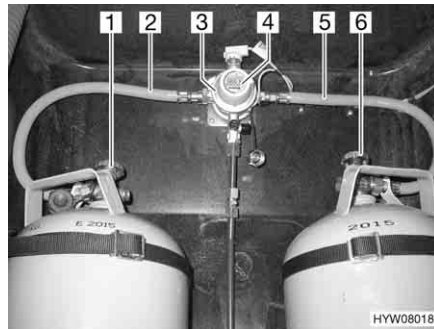
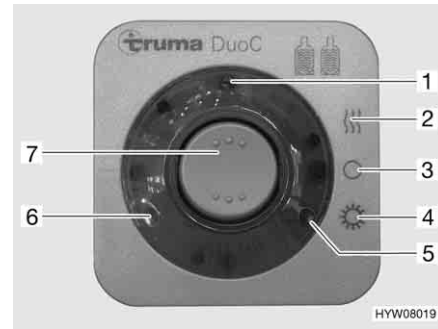

Fig. 123 Dispositif de commutation DuoControl
Fig. 124 Unité de commande
Le dispositif de commutation DuoControl est composé d'une valve de commutation (Fig. 123,3) et de l'unité de commande (Fig. 124). La valve de commutation est montée entre les lyres (Fig. 123,2 et 5). Un bouton rotatif (Fig. 123,4) situé sur la valve de commutation permet de définir laquelle des bouteilles de gaz est celle de service et laquelle est celle de réserve.
Seules les fonctions électriques peuvent être activées sur l'unité de commande (Fig. 124). Les robinets principaux des bouteilles de gaz (Fig. 123,1 et 6) doivent être ouverts manuellement.
La valve de commutation garantit une pression du gaz constante, indépendamment de la bouteille qui fournit le gaz. Les deux voyants de contrôle de l'unité de commande indiquent le niveau de remplissage de la bouteille de service. Lorsque le voyant de contrôle vert (Fig. 124,6) s'allume, la bouteille de service est entièrement chargée. Lorsque le voyant de contrôle rouge (Fig. 124,5) s'allume, la bouteille de service est vide. L'alimentation en gaz s'effectue également par la bouteille de réserve.
- Ouvrir les robinets principaux des bouteilles de gaz (Fig. 123,1 et 6).
- Choisir la bouteille de gaz avec le bouton rotatif (Fig. 123,4) de la valve de commutation (Fig. 123,3) à partir de laquelle le gaz sera utilisé principalement (bouteille de service).
- Mettre en marche le dispositif de commutation DuoControl sur l'unité de commande (Fig. 124).
Pour ce faire, régler le commutateur à bascule (Fig. 124,7) sur régime hiver "Marche et chauffage" (Fig. 124,2) ou bien sur régime été "Marche" (Fig. 124,4). La valve de commutation est maintenant désaérée. Le voyant de contrôle jaune (Fig. 124,1) s'allume si le régime hiver est sélectionné et l'installation de dégivrage est activée.
- Mettre le commutateur à bascule (Fig. 124,7) sur "O" (Fig. 124,3). Le voyant de contrôle jaune (Fig. 124,1) s'éteint.
- Fermer les robinets principaux des bouteilles de gaz (Fig. 123,1 et 6).
Affichage à distance Les voyants de contrôle de l'unité de commande (Fig. 124,5 et 6) signalisent à l'intérieur du véhicule si la bouteille de gaz est en état de marche.
Remplacement des bouteilles de gaz Si le voyant de contrôle vert (Fig. 124,6) s'éteint durant le fonctionnement et le voyant de contrôle rouge (Fig. 124,5) s'allume, la bouteille de gaz définie comme bouteille de service est vide et doit être remplacée. La bouteille de réserve alimente les appareils à gaz.